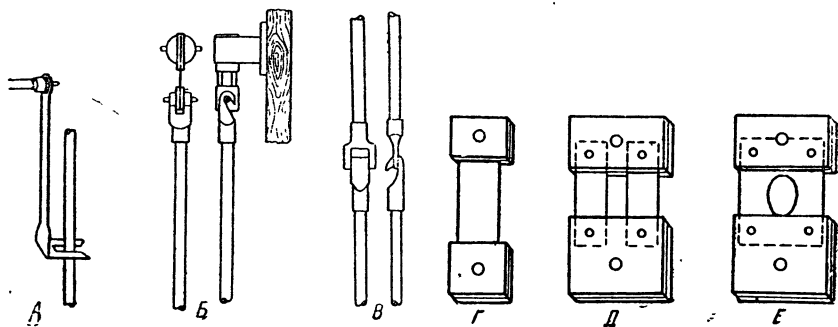

Рис. 53. А—вилка маятника; Б—пружинный подвес маятника; В—маятник с составным стержнем; Д—двойной пружинный подвес; Г и Е—одинарный пружинный подвес
- 4) Пружины подвеса изготавливают из тонко вальцованной ленточной стали толщиной 0,05—0,2 мм, шириной 3—10 мм, длиной 5—20 мм. Подвес изготавливают с одной пружиной (в часах упрощенной конструкции) и с двумя пружинами (см. рис. 53, Г, Д и Е). Пружины подвеса закрепляют в двух латунных оправках; верхнюю (короткую) и нижнюю при помощи заклепок. В нижнюю оправку вделан штифт,